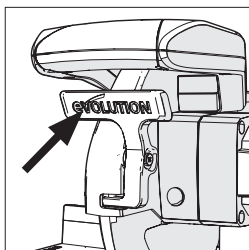

Fig. 18
- Pressione a alavanca de bloqueio do resguardo de proteção inferior para desengatar a cabeça da serra (**Fig. 18**).